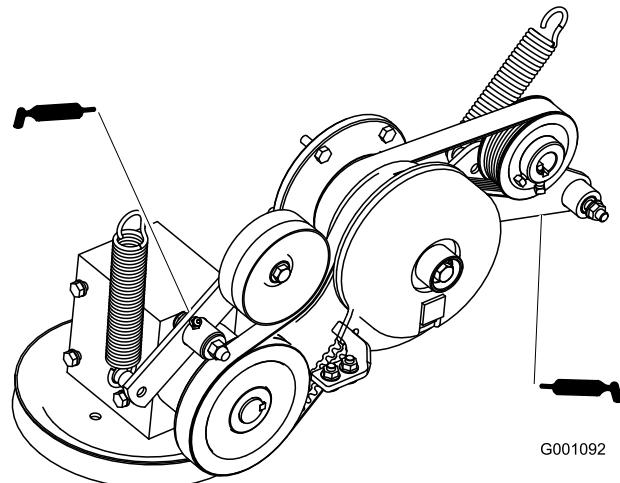

Figura 29
6. Ingrassate il braccio di rinvio della cinghia di trasmissione della PDF (Figura 29).
7. Ingrassate il braccio di rinvio della cinghia della pompa (Figura 29).